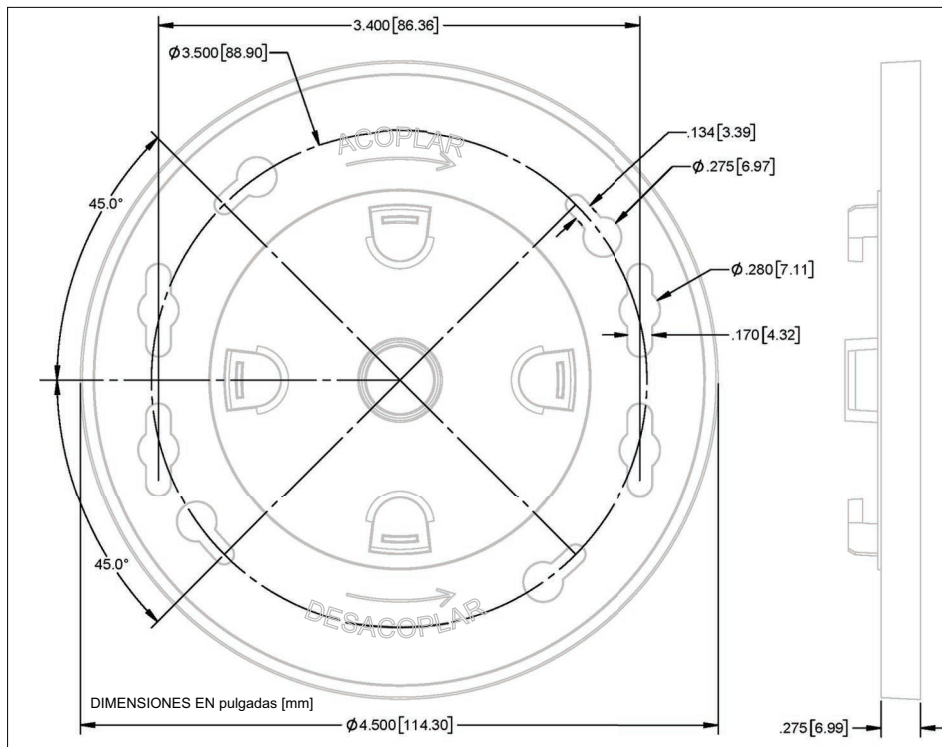

Figura 3. Soporte de montaje del gateway: dimensiones en pulgadas [mm]
2. Obtenga el soporte de montaje (véase la Figura 3) y la antena del juego de instalación del gateway. Localice una posición en la pared para fijar el soporte de montaje del gateway.